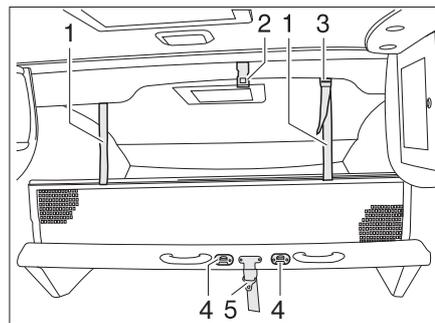

Bild 111 Hubbett manuell
- Das Hubbett mit dem Sicherungsgurt (Bild 111,5) am Dach (Bild 111,2) sichern.
- Die Aufstiegsleiter mit den beiden Bügeln in die Krampen (Bild 111,4) am Hubbett einhängen.
- Die Haltebänder (Bild 111,1) in die Halterungen an der Decke (Bild 111,2) einrasten.